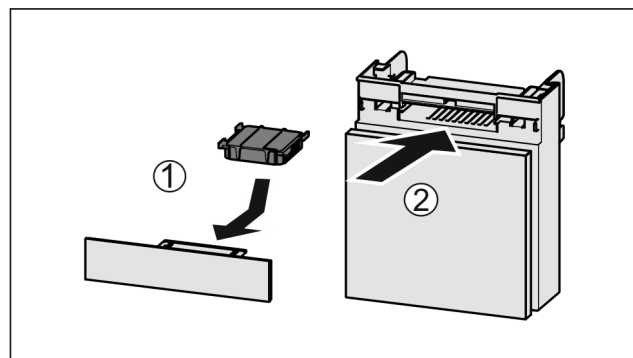

Fig. 76
- Filtr s aktivním uhlím vložte podle vyobrazení Fig. 76 (1).
- Zásuvku zasuňte Fig. 76 (2).